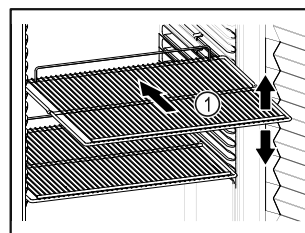

Fig. 63 Simbolična slika
- ❑ Če je odlagalna rešetka Fig. 63 (1) premična, jo prilagodite po višini.